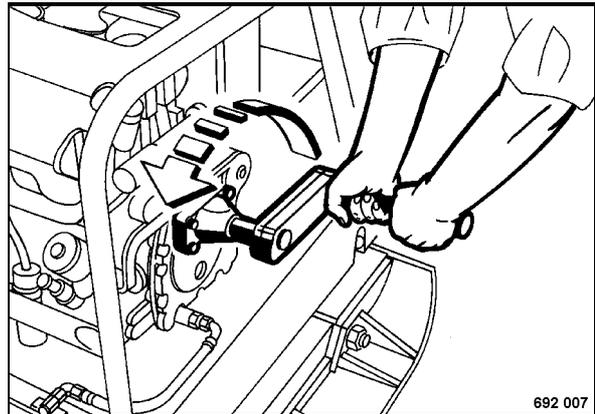

Fig. 18
- Insert the crank handle (Fig. 18).